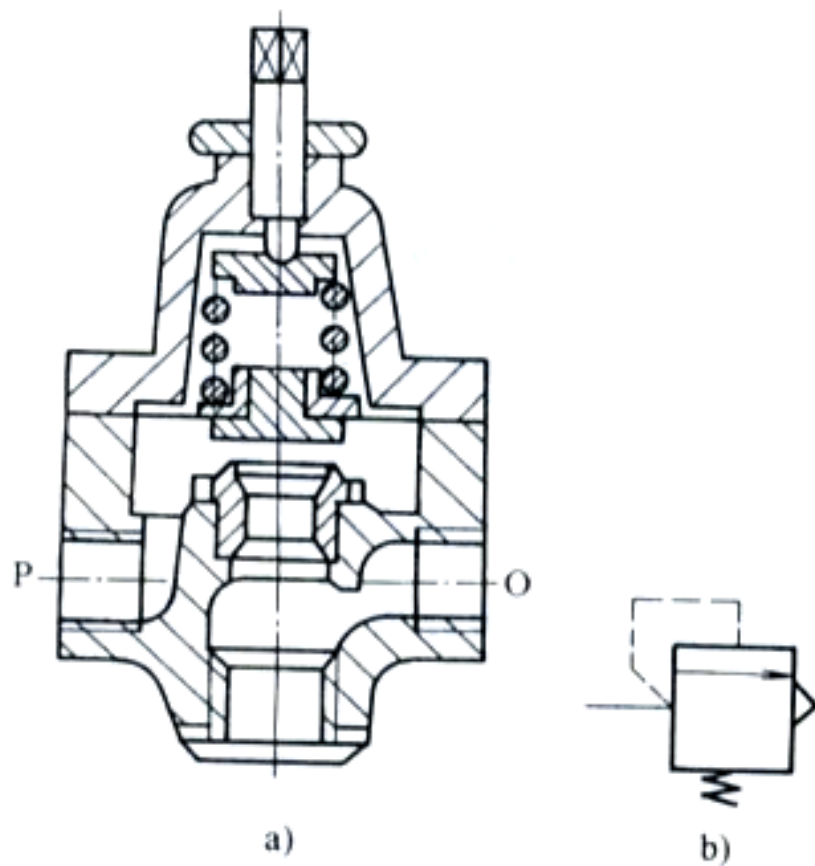

图 9-15 直动型溢流阀
■ 如图9-15所示，将阀p口与系统相连接，0口通大气压力，当系统压力不小于溢流阀调定压力时，气体推开阀芯，经阀口从0口排至大气，使系统压力稳定在调定值。